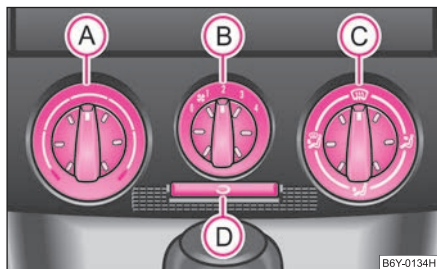
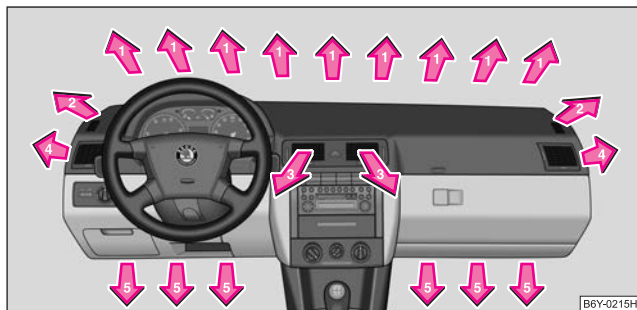

Fig. 85 Chauffage:
Fig. 86 Diffuseurs d'air
- Faites tourner le régulateur rotatif (A) ⇒ fig. 85 vers la droite pour augmenter la température.
- Faites tourner le régulateur rotatif (A) vers la gauche pour abaisser la température.
- Régulateur rotatif (A) ⇒ page 76, fig. 85 à fond vers la droite,
- Bouton (B) du ventilateur sur position 4,
- Régulateur de diffusion d'air (C) sur la position ,
- Ouvrir le diffuseur d'air 4 ⇒ page 78, fig. 86 et le diriger vers la vitre latérale.
- Régulateur rotatif (A) ⇒ page 76, fig. 85 à fond vers la gauche,
- Bouton (B) du ventilateur sur la position souhaitée,
- Ouvrir les diffuseurs d'air 3 et 4 ⇒ page 78, fig. 86.
- Appuyez sur la touche , le symbole  s'allume ⇒ page 76, fig. 85.
La circulation d'air de recyclage s'arrête automatiquement si l'on met le régulateur de diffusion d'air (C) sur la position  ⇒ page 76, fig. 85. En réappuyant plusieurs fois sur la touche , vous pouvez réenclencher le recyclage de l'air dans cette position également. ▶
Le régulateur de répartition d'air (C) vous permet de régler l'arrivée d'air dans chaque diffuseur ⇒ page 76, fig. 85. Les diffuseurs d'air 3 et 4 peuvent être ouverts et fermés séparément.
Selon la position du régulateur rotatif (A) ⇒ page 76, fig. 85 et les conditions climatiques, l'air sortant des diffuseurs ouverts est réchauffé ou non. ■